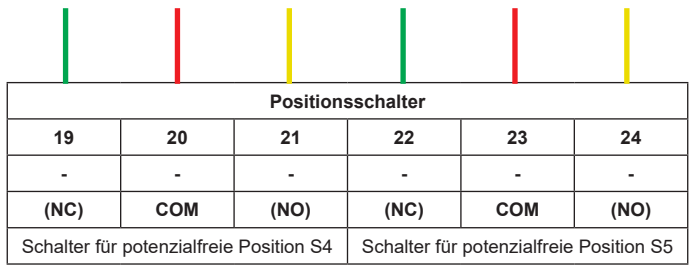

Abb. 11 Klemmenplan für den Hilfsfahrshalter
- Konfigurieren Sie die Schalter und schließen Sie sie an das Steuersystem an, wie in Abbildung 11 Anschlussplan für Hilfsfahrshalter dargestellt
- Schließen Sie den Kabelbaum vom Schalter S4 an die Klemmen 19-21 und vom Schalter S5 an die Klemmen 22-24 an, wie in Abbildung 11 Klemmenplan für Hilfsfahrshalter dargestellt.
- Die Konfiguration der Schalter für das Steuersystem ist auch in Abbildung 11, Klemmenplan für Hilfsfahrshalter, dargestellt.